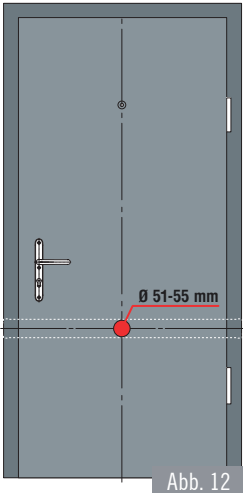

Abb. 12
1. Position des Schließkörpers auf dem Türblatt auswählen (Abb. 12).
2. Lochbohrung für die Außenrosette durchführen (Lochfräse 51-55mm, Abb. 12).